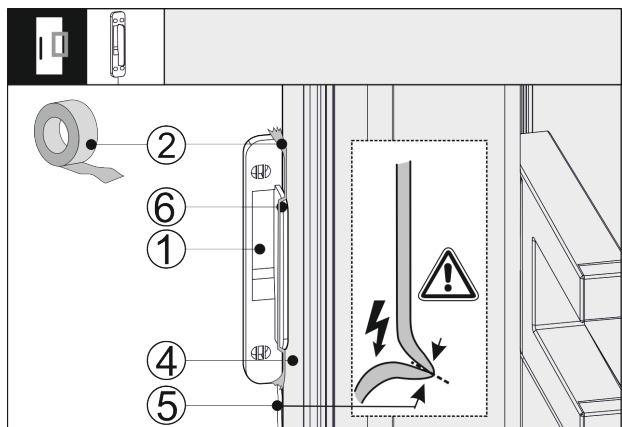

Fig. 43
- Klopfsensor Fig. 43 (1) seitlich an die Gerätetür Fig. 43 (4) ansetzen, so dass der Anschlag Fig. 43 (6) an der Gerätetür Fig. 43 (4) anliegt. Das Sensorkabel Fig. 43 (5) ist leicht gespannt und liegt auch an der Gerätetür Fig. 43 (4) an.
- Klopfsensor Fig. 43 (1) mit Klebeband Fig. 43 (2) fixieren. Klopfsensor wird später mit der Möbelfront verschraubt.